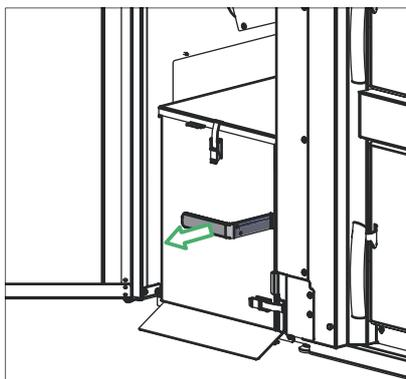

Fig. 31 Traction de la poignée
- ▶ Tirer la poignée du réservoir à cendres à fond afin d'obturer les orifices latéraux du bac à cendres – Fig. 31.